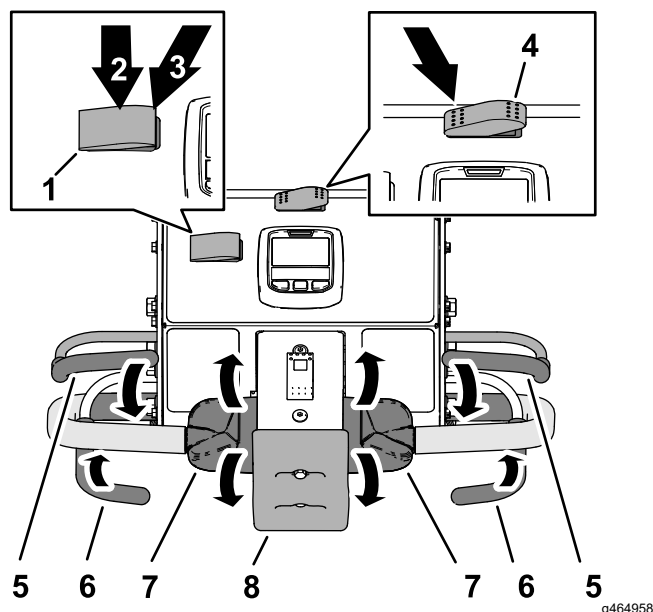

Bild 82
1. Drücken Sie den Transport-/Aerifizierungsschalter in die AERIFIZIEREN-Stellung (Bild 82).